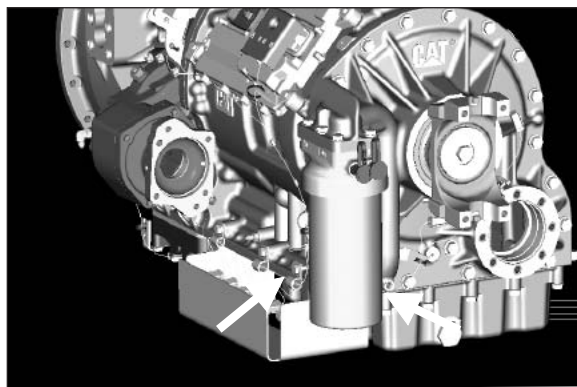

Fig. 7
NOTA: Existen dos (2) orificios de alta presión disponibles. Use el orificio situado en el lado del conductor de la transmisión, a no ser que exista una interferencia con la bomba o con el implemento (**Fig. 7**).